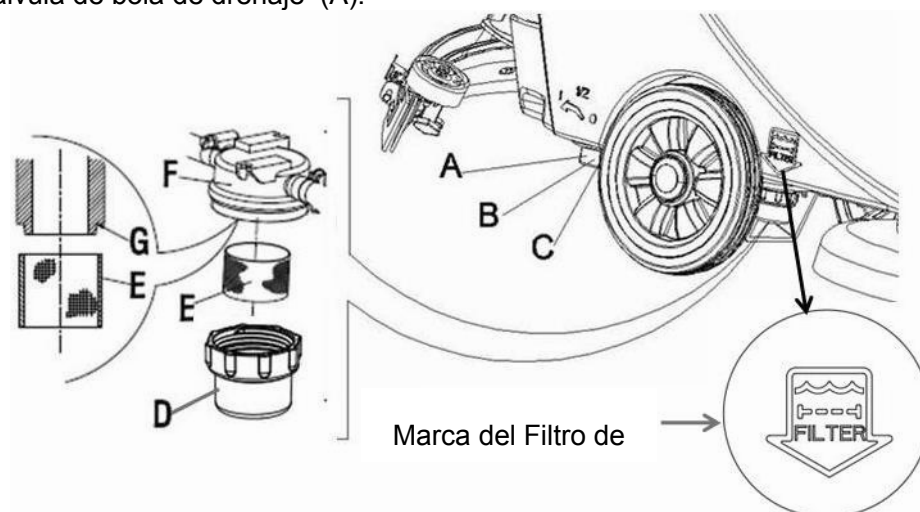

Figura 17
3. Presione el interruptor de encendido (41) en posición "O" para apagar la máquina.
4. Desconecte la válvula de bola de drenaje (A, Figura 17) (que se ubica en la parte inferior de la máquina, detrás de las ruedas). Posición B - válvula de bola abierta, posición C - válvula de bola cerrada.
5. Retire la tapa transparente (D), y el filtro (E), luego instálelos sobre la caja del filtro (F) después de la limpieza.